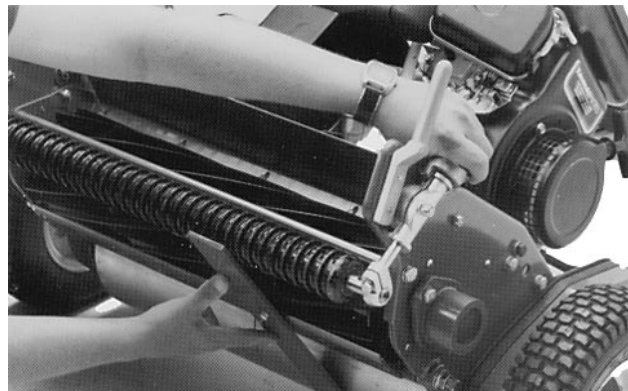

Fig. 8
4. Agganciare la testa della vite sul tagliente della controlama ed appoggiare la parte posteriore della barra sul rullo posteriore (Fig. 8).